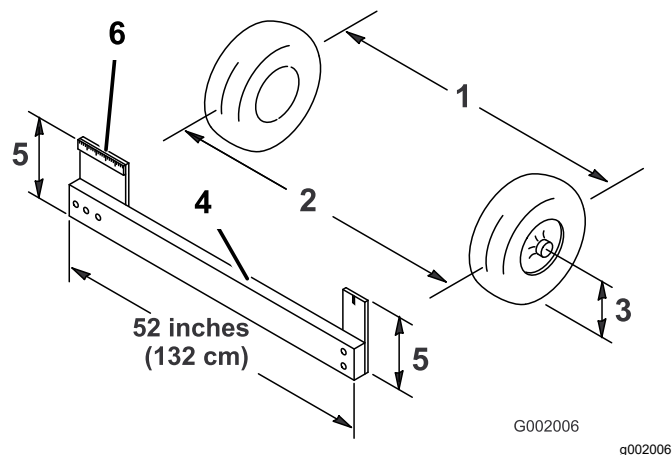

Рисунок 51
выравнивания для точного измерения передней части передних колес на высоте моста (Рисунок 51).
4. Измерьте расстояние между обеими передними шинами на уровне моста, с передней и задней стороны передних шин (Рисунок 51).